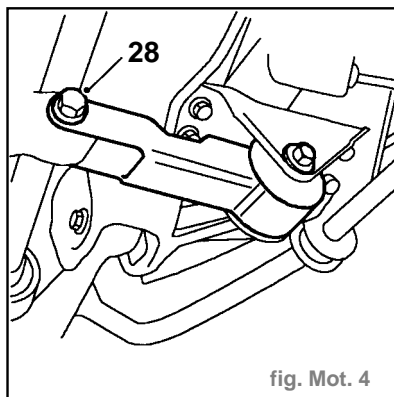

fig. Mot. 4
- Enlever l'attache (24) maintenant la goupille cylindrique de la barre de sélecteur.
- A l'aide d'un poinçon approprié, chasser la goupille cylindrique (25) maintenant la barre de sélecteur sur l'axe.
- Dégager la barre de sélecteur (26) de l'axe.
- Enlever le boulon d'assemblage (28) maintenant la barre d'appui du moteur sur le support de fixation du moteur (fig. Mot. 4).